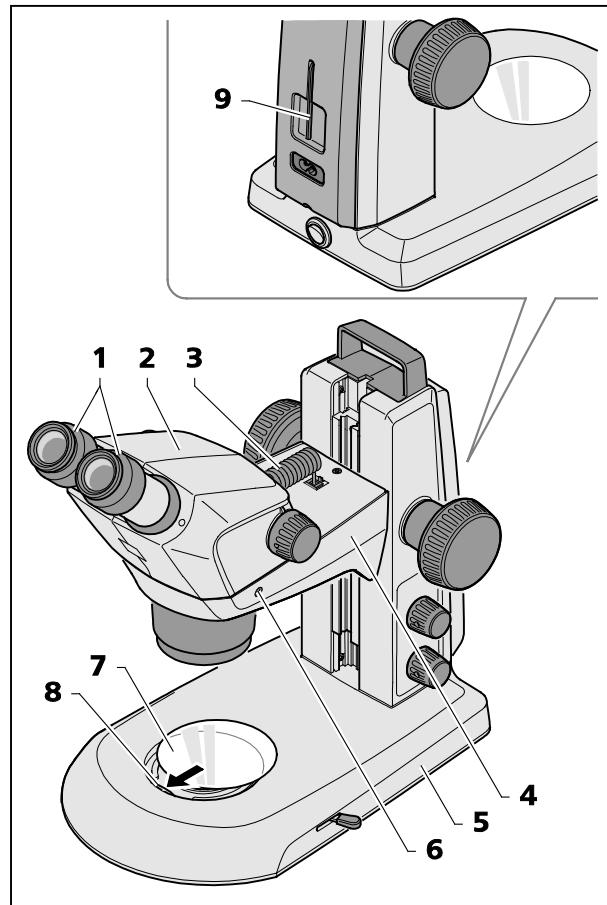

Fig. 10 Installare il microscopio stereoscopico
- Se il corpo dello Stemi 305 non è ancora stato montato (Fig. 10/2), inserirlo nel portamicroscopio Stemi (Fig. 10/4), orientarlo e fissarlo mediante la vite di arresto (Fig. 10/6). La brugola adeguata (Fig. 10/9) si trova nel supporto sul lato posteriore dello strumento.
- Se i due oculari (Fig. 10/1) non sono ancora montati, inserirli fino all'arresto nei tubi oculari.
- Inserire il cavo di allacciamento consegnato (Fig. 10/3) nella presa sul corpo Stemi e nella presa sul porta-microscopio Stemi.
- Inserire la lastra di vetro o la piastra plastica, in bianco e nero S/W (Fig. 10/7) nell'alloggiamento situato nel piede dello stativo, spingendo la lastra di vetro o la piastra plastica in bianco e nero S/W contro la molla (Fig. 10/8) e facendola innestare.